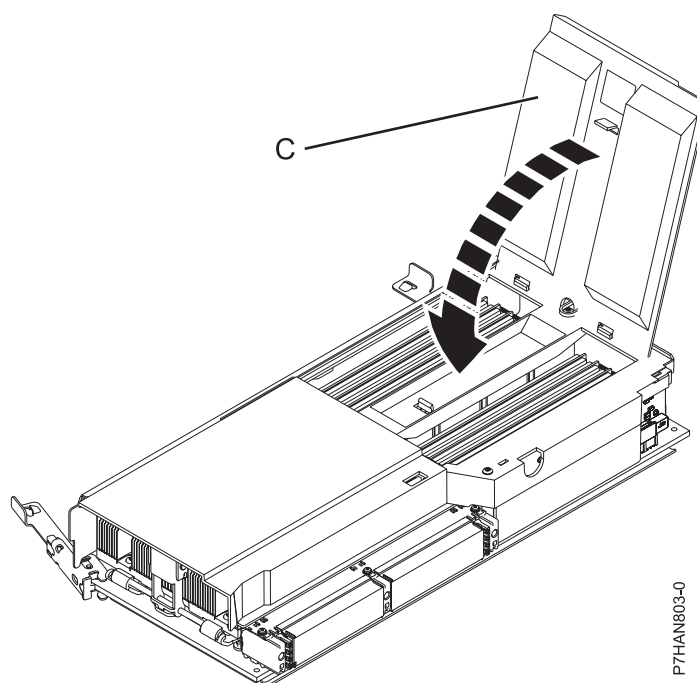

Figura 7. Tancar la coberta del mòdul de memòria
9. Tanqueu la coberta del mòdul de memòria (C) fins que encaixi al seu lloc, tal com es mostra a Figura 7.